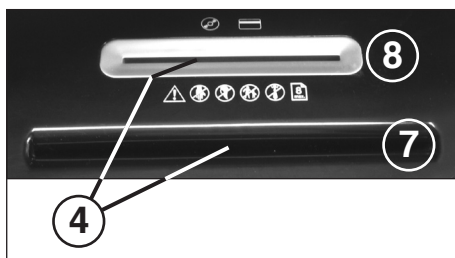

Abb. 2
- 4 = Lichtschranke (Vorwärtslauf) (Abb. 2)
- 7 = Papierzuführschacht (Abb. 2)
- 8 = Sicherheits-Zuführschacht (Abb. 2)
**Papier** durch den Papierzuführschacht (7) (Abb. 2) dem Schneidwerk zuführen.
**Datenträger** (CD, DVD oder Kreditkarte) einzeln durch den separat angeordneten Sicherheits-Zuführschacht (8) (Abb. 2) dem Schneidwerk zuführen.